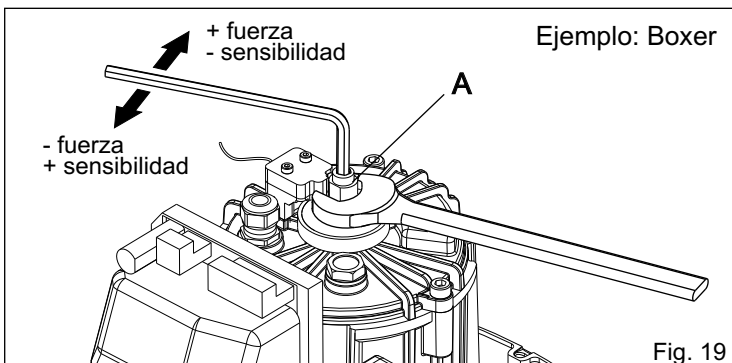

Fig. 19
- Actuar sobre los tornillos sin cabeza "A" (Fig. 19) en el modo siguiente: